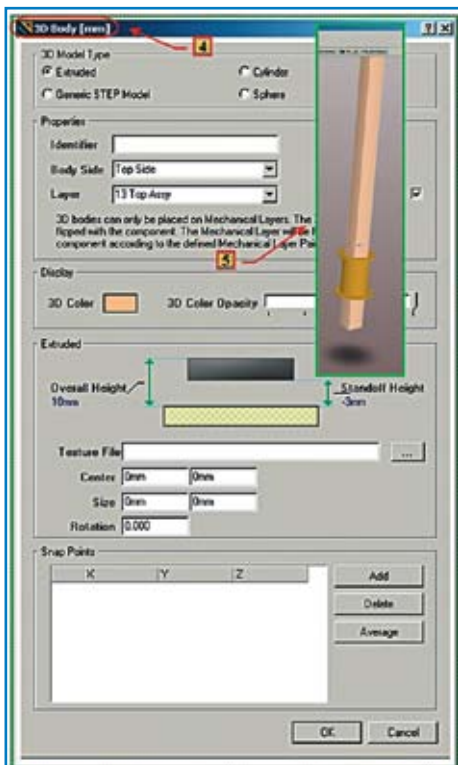

Рис. 4. Простые посадочные места
4. Мы создаем посадочное место для установки в отверстие штыря, потому следует создать тело трехмерного изображения штыря. Заметим, что для подготовки производства печатной платы трехмерные тела не обязательны, но рекомендуем создавать их всегда, поскольку они позволяют проводить дополнительный контроль расположения компонентов на печатной плате и получать видимое изображение будущей платы в сборе. Командой Place>>Component Body расположим в центре нашего отверстия прямоугольную форму тела необходимого размера и установим следующие ее свойства (рис. 4):